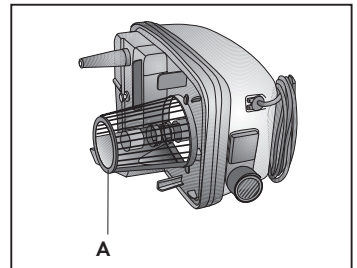

Fig. 24
- Vaciar el depósito de recuperación (2).
- Activar la función aspiración con la tecla aspiración (19) y aspirar el agua con los accesorios previamente Utilizados para la limpieza.
- Vaciar el depósito de recuperación (2) y en su caso repetir la operación.
Cada vez que se realiza la limpieza de la parte inferior del aparato, limpiar la parte externa del filtro (A) de cualquier residuo sólido **(Fig. 24)**.